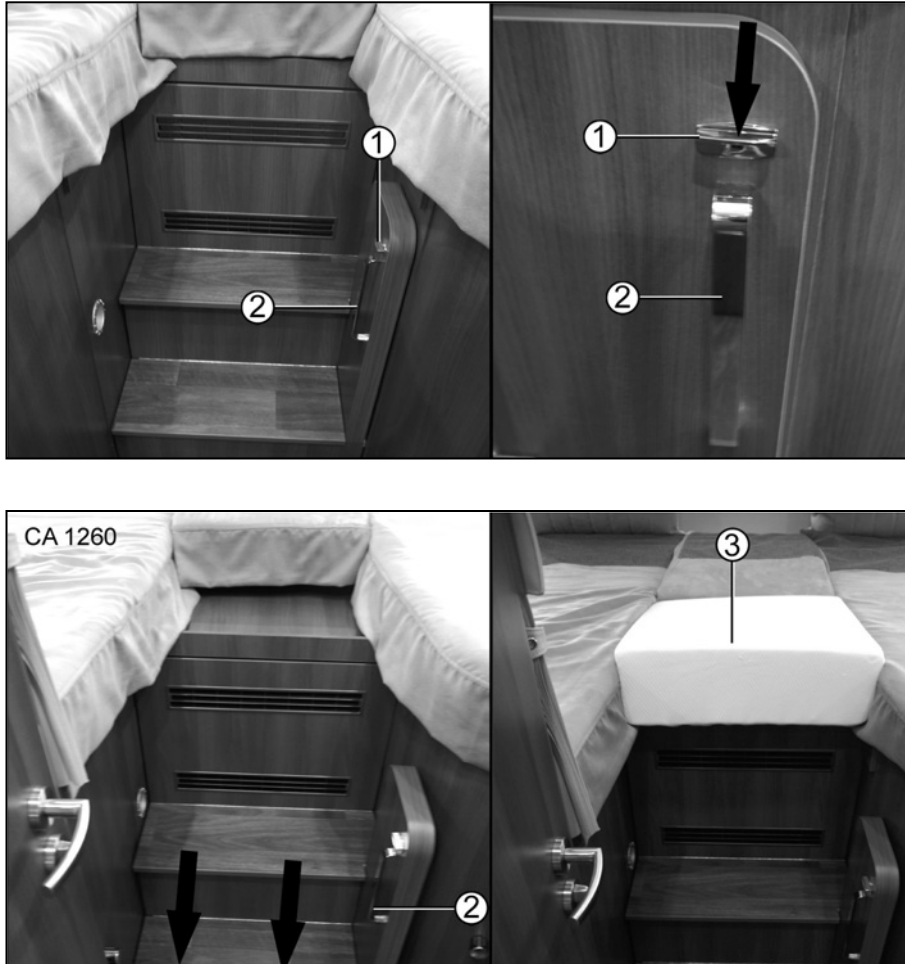

Fig. 97 Transformation du lit
1. Actionner l'interrupteur (Fig. 97/1).
2. Tirer le marche-pied avec la poignée (Fig. 97/2) en direction de la cabine jusqu'à ce qu'il encliquette.
3. Placer un coussin d'appoint (Fig. 97/3) sur la surface libre.